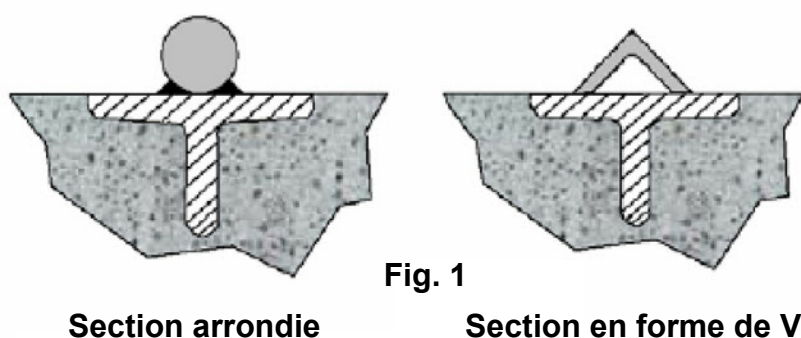
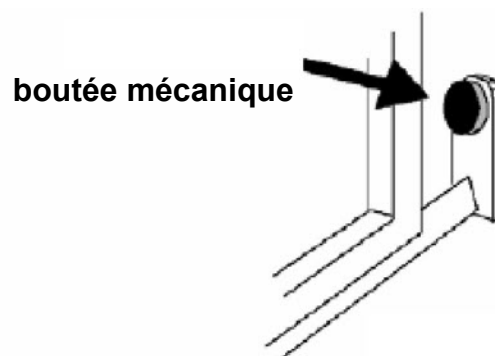
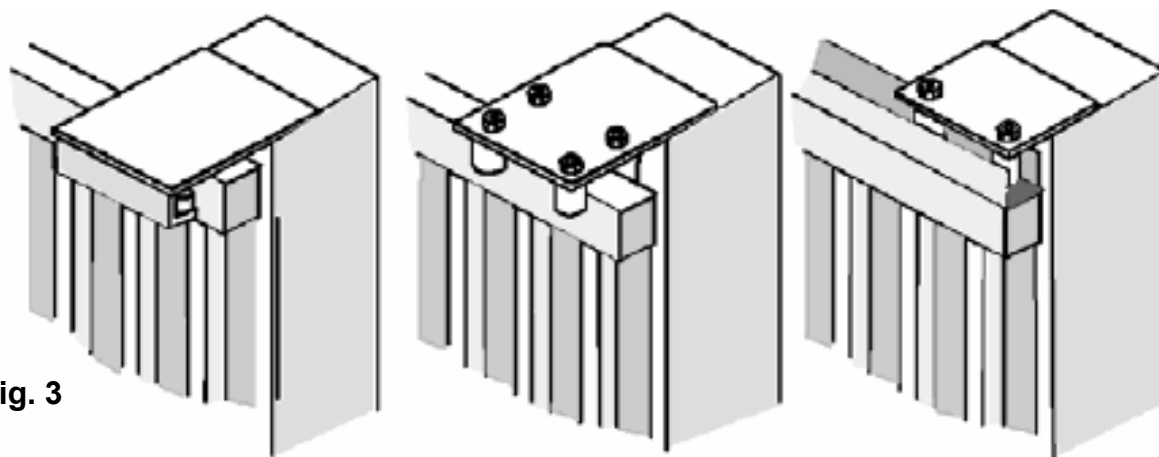

Fig. 1
Fig. 2
Fig. 3
- Avant de procéder à l'assemblage de l'automatisme, vérifier que le portail soit parfaitement en fonction. Vérifier aussi que le guide de Écoulement au sol (**Fig.1**) ne présente pas de malformations et que sois parfaitement au niveau et sois présent la butée mécanique d'arrêt en ouverture (**Fig.2**) afin d'éviter que le portail sorte dehors des guides supérieurs, (**Fig.3**)
- Vérifier le guide d'écoulement supérieur (**Fig.3**) que sois bien solide et le portail coule librement.
Positionner la plaque en dotation (**Fig.1**) à une distance de **50 mm** du bord du portail et parfaitement au niveau avec l'angle de 90°.
Procéder à la fixation du moteur sur l'embase par les 4 vis fournies **A**. Régler le moteur dans le sens horizontal en le faisant glisser dans les fentes des pattes d'ancrage (**Fig.2**). Régler le moteur de façon à être horizontal en profondeur et en largeur (**Fig.2**).
Fixer la crémaillère sur le portail de manière solide en fournissant une distance de 2 à 3 mm du pignon du moteur (**Fig.3**).